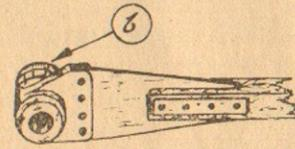

Fig. 11
b) **Bielle super-automatique à flecteur** (Fig. 11) : Démontez le chapeau de tête de bielle C. 927 et opérez de la façon suivante : Engager la tête de bielle sur le goujon du plateau-manivelle et frappez au besoin à petits coups si le roulement à billes serre un peu. Ensuite vissez à l'extrémité du goujon l'écrou C. 1124 G. Lorsque ce dernier est bloqué remettez en place le chapeau C. 927.